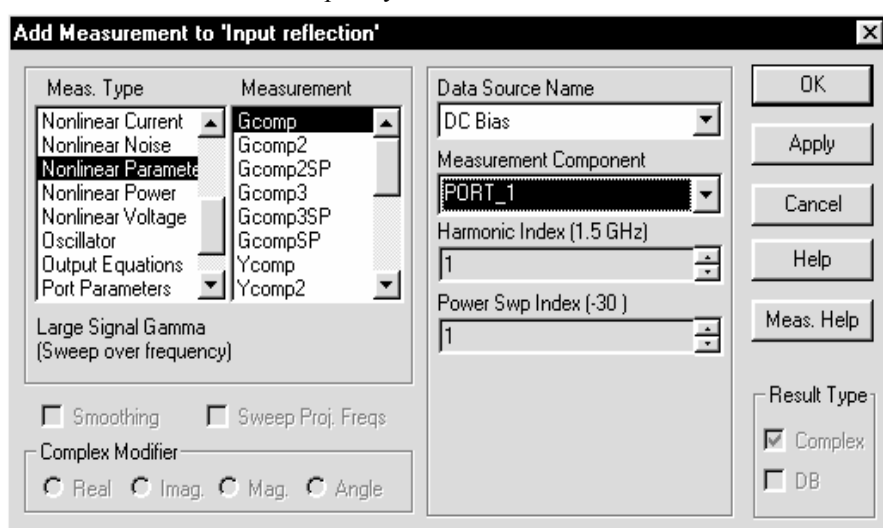

Рис. 3.13
4. Щёлкните правой кнопкой мышки по подгруппе **Input reflection** в группе **Graphs** в окне просмотра проекта и выберите **Add measurement** (Добавить измеряемую величину) во всплывающем меню. Откроется диалоговое окно **Add measurement** (Рис. 3.13).